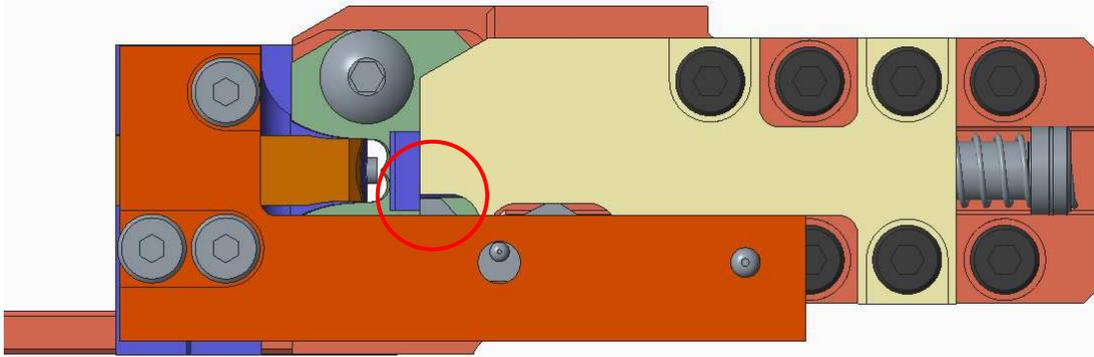

Figura 29
d. Instale la cizalla, el émbolo y la sujeción del modo descrito en la figura 29.
1. El émbolo presiona la forma elevada de la sujeción y encaja en un lugar rebajado (consulte la figura 29).